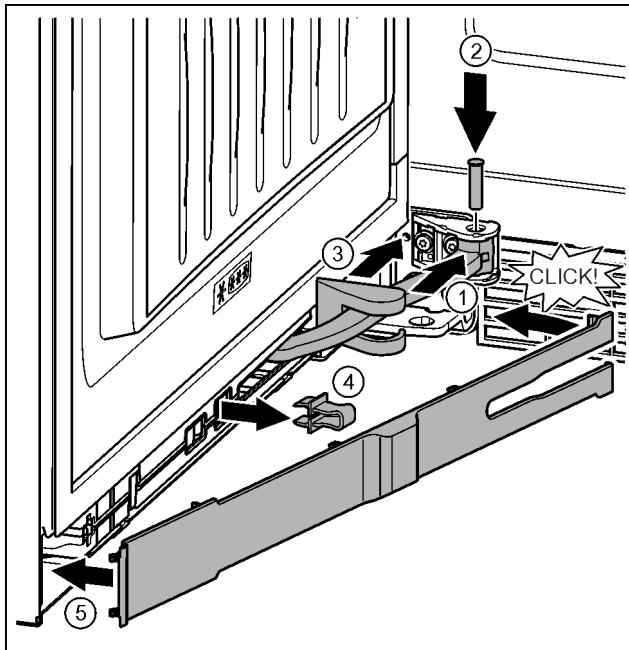

Fig. 40
- ▶ Gire la articulación en la suspensión. Fig. 40 (1)
- ▶ Introduzca el perno con un destornillador T15 en la suspensión y la articulación. Preste atención a que el saliente de retención descansa correctamente en la ranura. Fig. 40 (2)
- ▶ Desplace la cubierta del soporte de cojinete a lo largo de la articulación y móntela sobre la suspensión. Fig. 40 (3)
- ▶ Retire el seguro. Fig. 40 (4)
- ▶ Coloque el panel por el lado del tirador y gírelo hacia dentro. Fig. 40 (5)